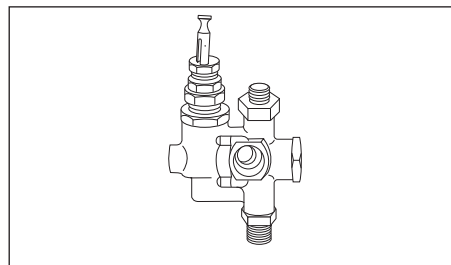

Figure 6 - Position de Déchargement
3. Tournez levier manuel du réducteur de puissance en position verticale afin de permettre à la pompe du compresseur de fonctionner sans comprimer d'air. Voir la figure 6.